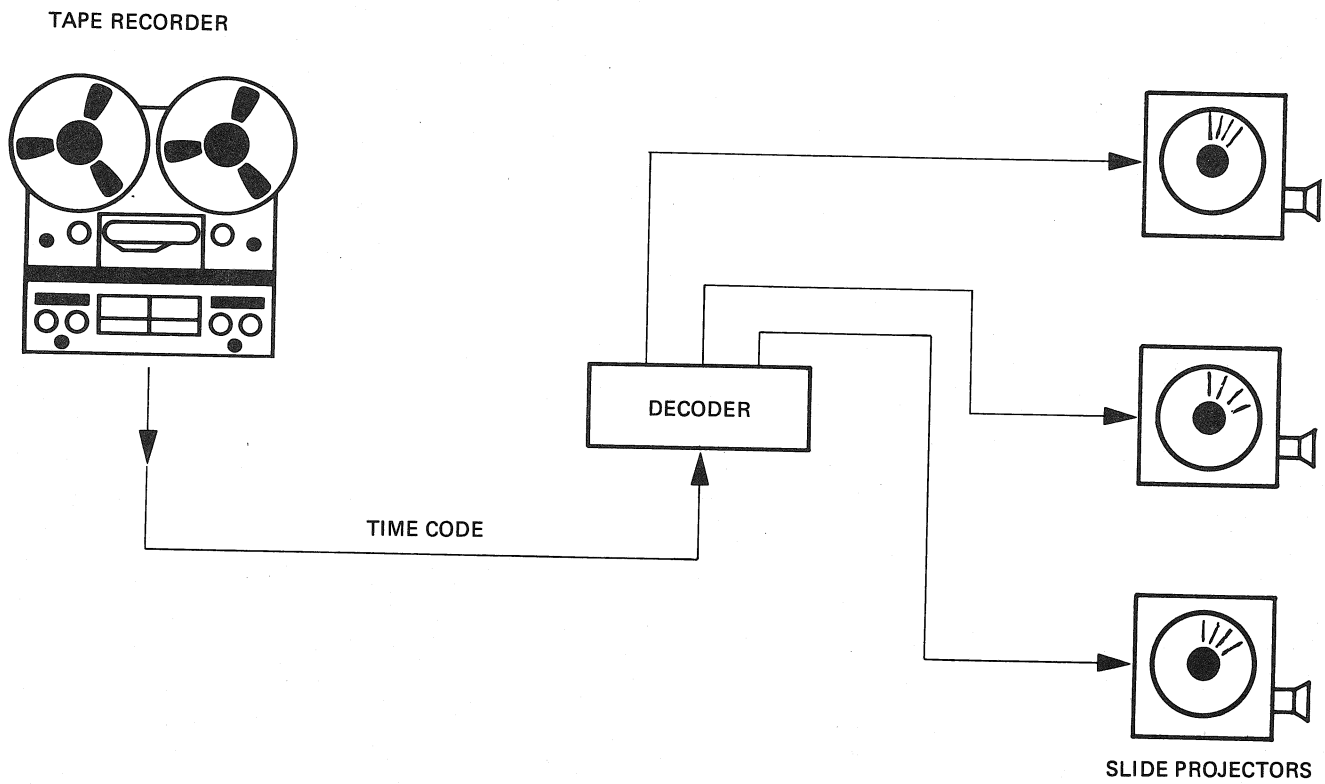

FIG 13
h) Audio Visual Systems Control Figure 13